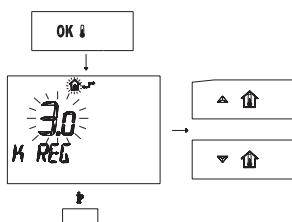

Figura 5.40 Remoto.
- Premere il pulsante **OK** per arrivare alla finestra **K REG** (Figura 5.40)
- Premere il pulsante **IP** per uscire dalla modalità **INFO** (Figura 5.40)